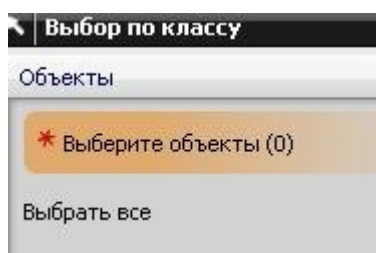
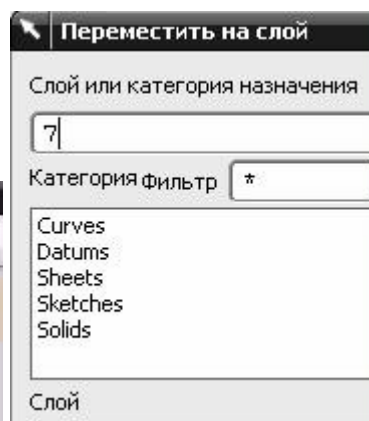

рис.101
рис.102
- Сначала по этой команде появится известное окно *Выбора объекта* (рис.101). И вы должны будете в рабочем поле указать курсором на нужный элемент. А потом, после указания, появится окно рис. 102, в котором, в самом верхнем поле **нужно набрать** номер нового слоя, на который вы хотите данный элемент переместить. ОК, и перемещение совершится. Если вы в следующий раз вызовете команду *Настройка слоя*, то убедитесь в том, что данный компонент находится уже в новом слое.